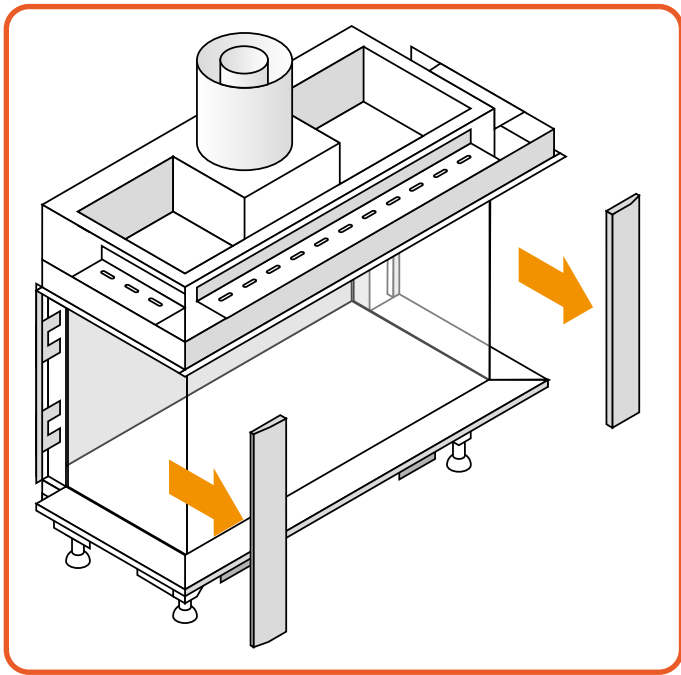

Figure 9.2 | Seitliche Blenden entfernen
- Entfernen Sie sowohl die seitlichen Blenden als auch die untere Blende. Sie werden von Magnetschnappern gehalten, siehe Abbildung 9.2.